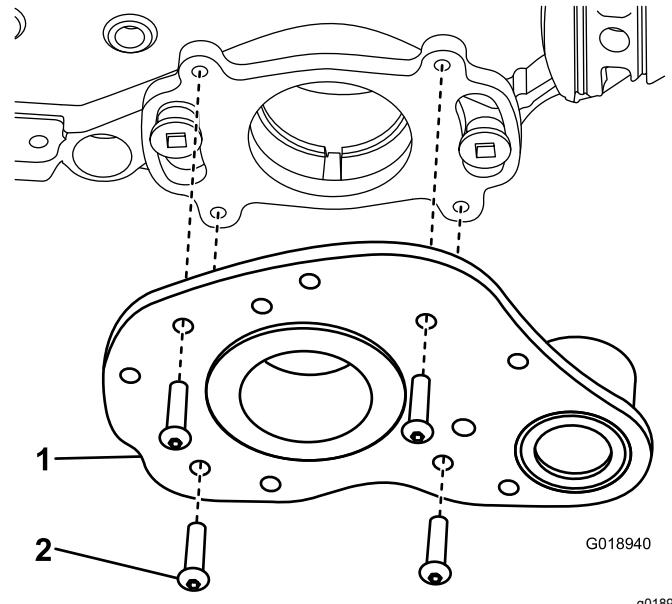

Figura 31
7. Rimuovete le 4 viti che fissano il gruppo di trasmissione del groomer alla piastra di montaggio posteriore (Figura 31).